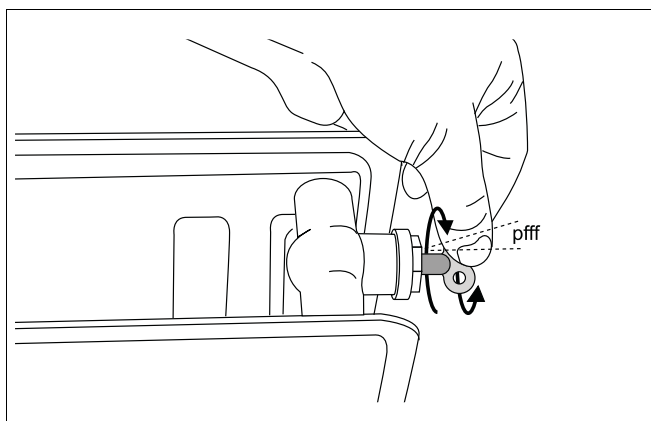

Bild 70 Lufta värmeanläggningen
- Lufta värmeanläggningen genom luftningsventilen på värmeelementen. Börja då på understa våningen i huset och fortsätt uppåt en våning i taget (bild 70).